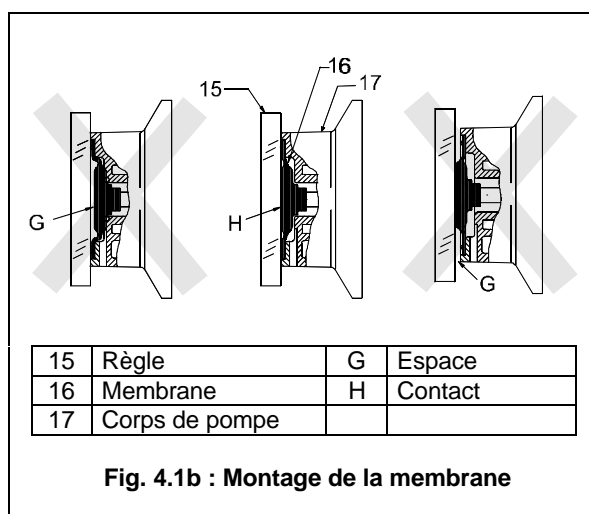

Fig. 4.1b : Montage de la membrane
7. Visser la nouvelle membrane de telle sorte que la partie centrale soit alignée avec les bords du logement de doseur (voir figure 4.1b). Une fois la membrane correctement réglée, remonter le doseur sur la pompe. Serrer les vis en croisant.